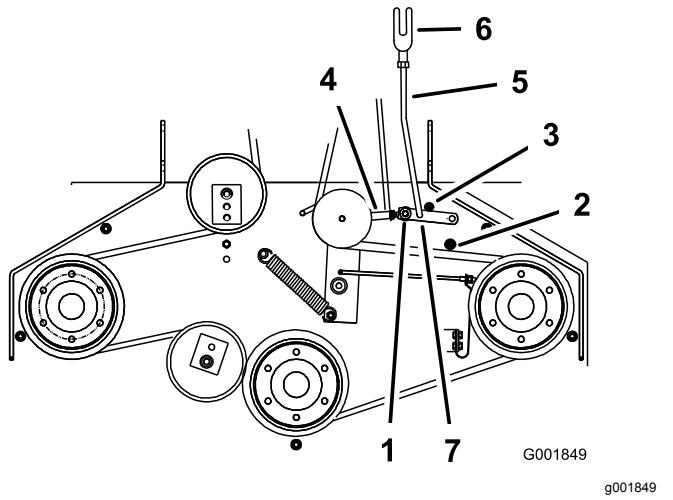

Figure 50
5. Vérifiez que le bras d'assistance est en appui contre la butée arrière sur le plateau de coupe (Figure 50).
7. Le bras d'assistance doit toucher la buté avant sur le plancher. Dans le cas contraire, réglez le levier coudé pour le rapprocher du renfort (Figure 50).
8. Pour ajuster la biellette du bras d'assistance, enlevez la goupille fendue du bras d'assistance (Figure 50).
11. Installez la biellette dans le bras d'assistance et fixez-la avec la goupille fendue (Figure 50).